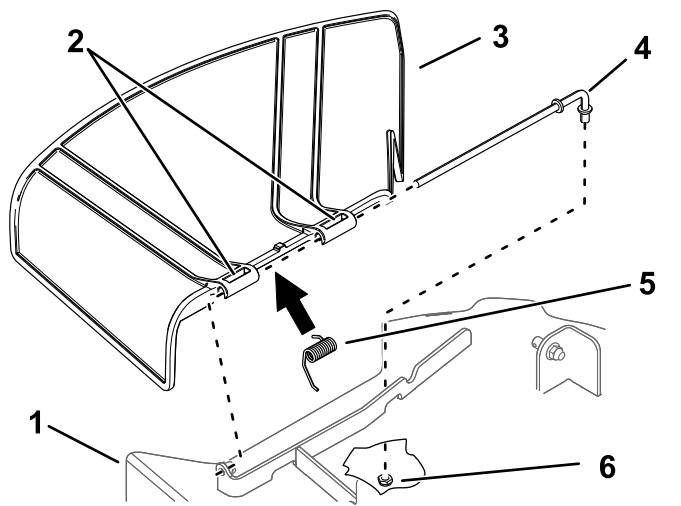

Figure 75
1. Retirez l'écrou ($\frac{3}{8}$ ") de la tige, sous le plateau de coupe (Figure 75).
2. Sortez la tige du support du plateau, du ressort et du déflecteur d'herbe (Figure 75).
4. Montez le nouveau déflecteur d'herbe (Figure 75).
7. Insérez la tige dans le second pivot du déflecteur d'herbe (Figure 75).
9. Fixez l'extrémité arrière de la tige dans le plateau de coupe à l'aide d'un écrou ($\frac{3}{8}$ "), comme montré à la Figure 75.